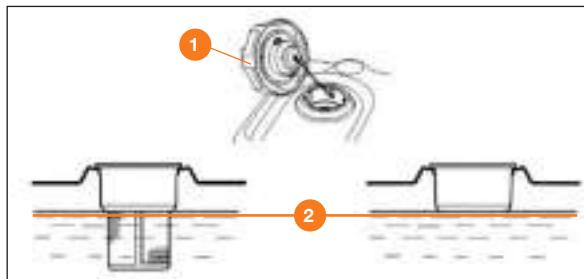

Рис. 19
- При низком уровне топлива долейте его до установленного уровня 2. После заправки топливного бака надёжно затяните пробку заправочной горловины 1 (Рис. 19).